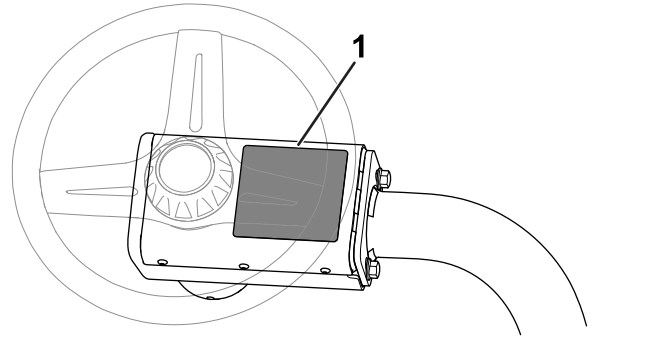

Figure 12
- **Autocollant de sécurité CE** : apposez l'autocollant de sécurité CE (réf. 139-8321) par dessus l'autocollant de sécurité existant (réf. 139-8320) situé sur le couvercle du volant; voir Figure 12.